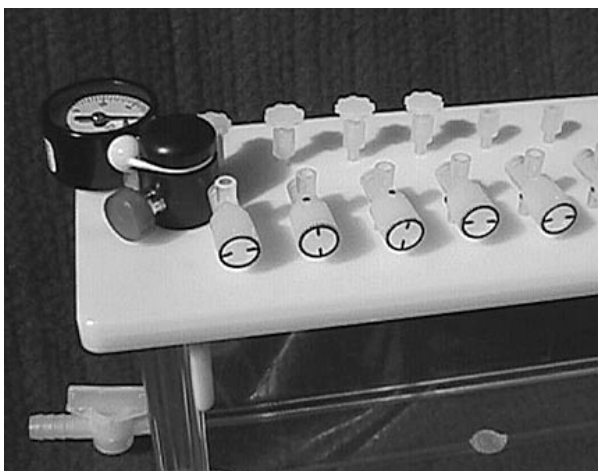

Abbildung 2 Aufgebautes System (ohne Kartuschen)
Installieren Sie einen Hahn mit der Markierung nach außen oder eine Einwegspitze in jeden Port des oberen Deckels (siehe Abbildung 2). Das Ventil ist dann betriebsbereit. Die Nadelspitzen und Hähne ragen in Sammelgefäße, die in einem Gestell innerhalb des Systems montiert sind.
- 4 Schließen Sie alle Ventile durch Drehen des Griffes, sodass jede Anzeige die geschlossene Position zeigt. Siehe Abbildung 2.